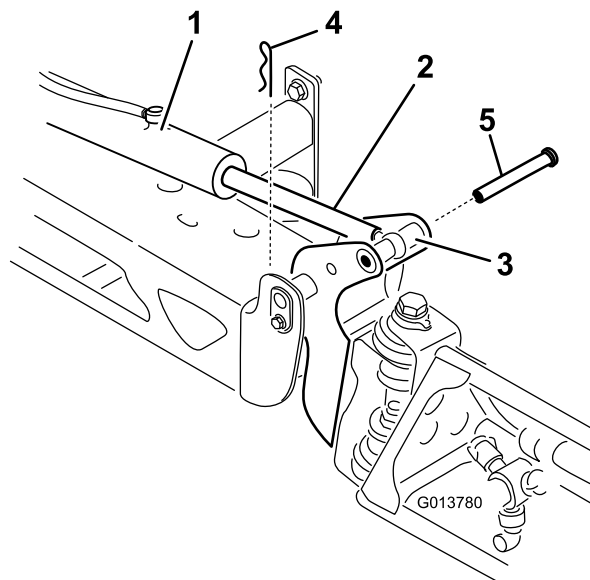

图 99
3. 向上提起喷洒臂拆下柱销图 99 然后将喷洒臂慢慢放到地面上。
2. 从枢轴销图 99 上拆下开口销。
9. 支撑住喷洒臂将柱销插入喷洒臂枢轴和提升器杆 图 99。